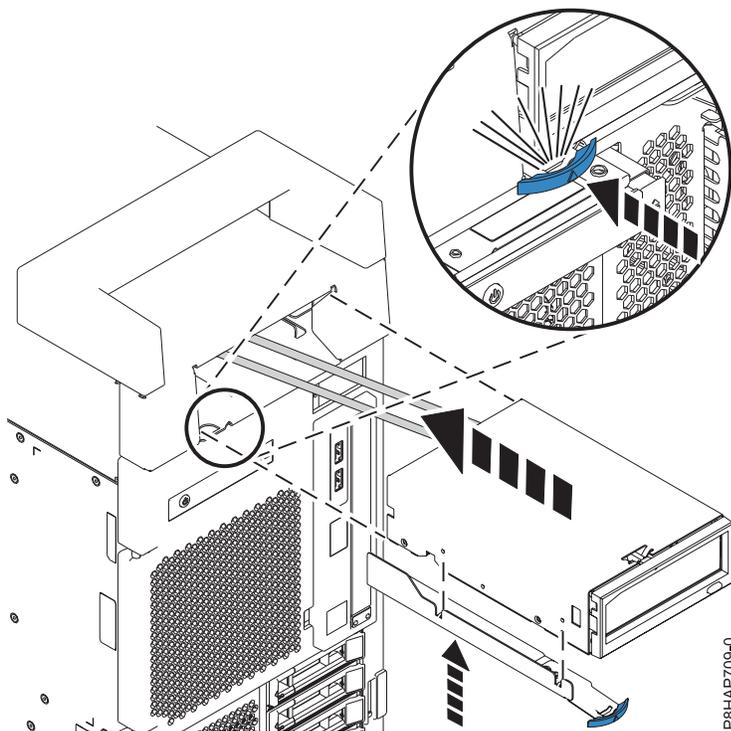

Figura 64. Instalar a base de acoplamento interna RDX
4. Deslize o dispositivo para o sistema e empurre o trinco na direção apresentada até que o mesmo bloqueie no respectivo lugar. Consulte o tópico Figura 64.